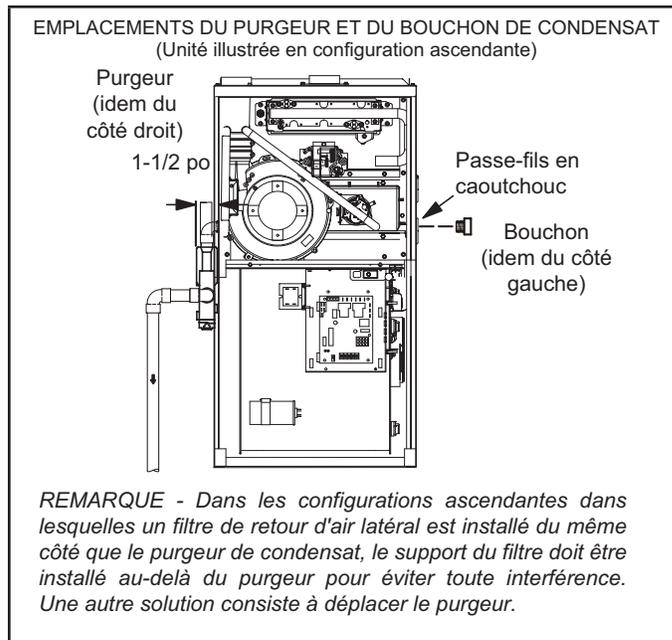
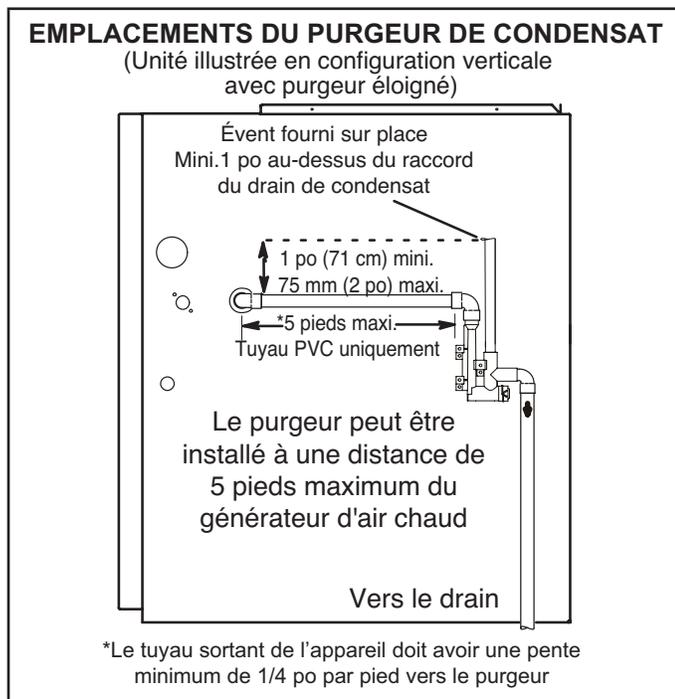
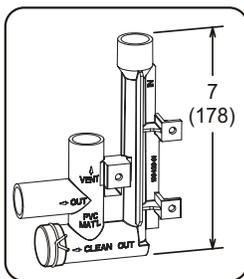

FIGURE 46
FIGURE 48
FIGURE 54
Cette unité est prévue pour une sortie à gauche ou à droite du tuyau de condensat en configuration ascendante. En configuration horizontale, le purgeur de condensat doit se prolonger en dessous du générateur. Prévoyez un dégagement d'entretien de 8 po pour le purgeur. Reportez-vous à la FIGURE 46 et à la FIGURE 48 pour les emplacements du purgeur de condensat. La FIGURE 54 illustre le purgeur avec un tuyau en PVC de 1/2 po ou de 3/4 po.
- 2 - Utilisez un grand tournevis à tête plate ou une douille d'entraînement de 1/2 po pour retirer le capuchon (FIGURE 46) du boîtier du collecteur de l'extrémité froide à l'emplacement approprié sur le côté de l'appareil. Installez un coude de 3/4 po NPT sur le boîtier du collecteur de l'extrémité froide. Utilisez de l'adhésif au Téflon ou un enduit d'enrobage approprié.
- 3 - Installez le bouchon sur l'ouverture de nettoyage à la base du purgeur. Fixez avec le collier. Reportez-vous à la FIGURE 54.
- 4 - Installez le purgeur avec des raccords en PVC appropriés et collez tous les joints. Collez le purgeur fourni comme illustré à la FIGURE 54. Acheminez le conduit de condensat jusqu'à un drain ouvert. La conduite de condensat doit maintenir une pente descendante de 1/4" entre l'appareil et le drain.